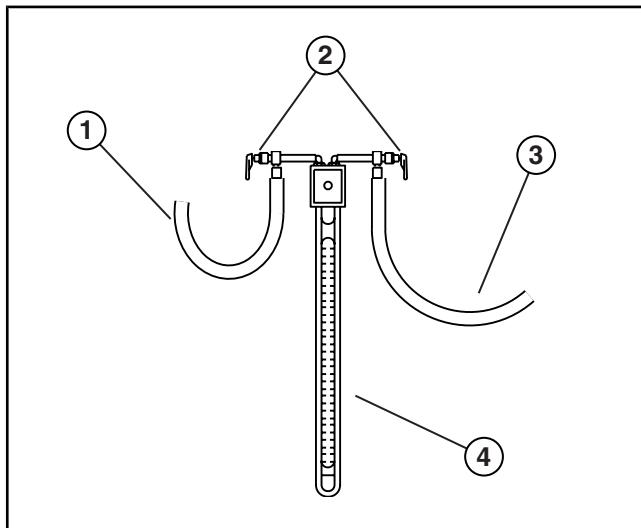

Рисунок 10.05-12: Манометр
2. Одним концом манометр должен быть соединен к патрубку, а другой конец должен быть открыт для сброса давления в атмосферу (см. Рисунок 10.05-12).